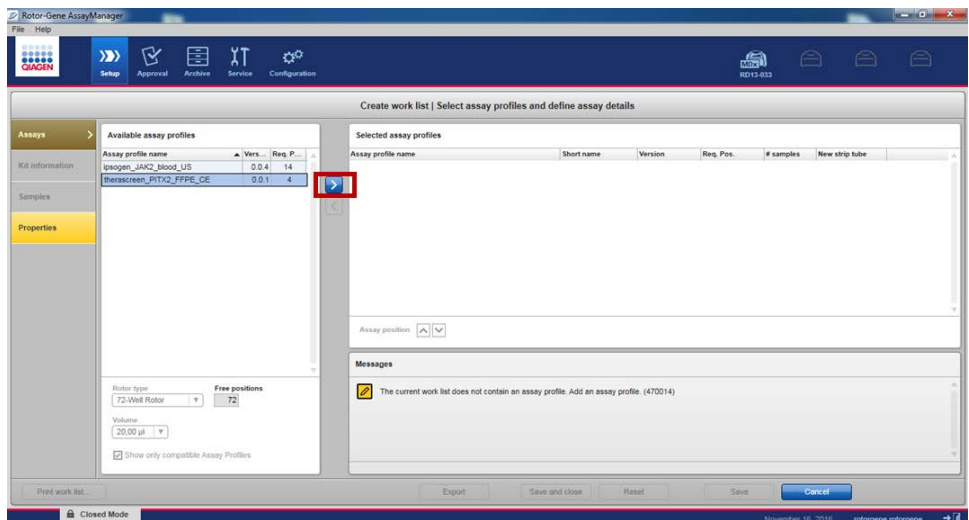

Figura 8. Importazione del profilo di dosaggio.
18. Selezionare il profilo di dosaggio PITX2 dall'elenco dei profili di dosaggio disponibili (Figura 8).
19. Trasferire il profilo di dosaggio selezionato all'elenco "Selected assay profiles" (Profili di dosaggio selezionati) facendo clic sulla freccia (a destra del nome del profilo di dosaggio). Il profilo di dosaggio dovrebbe a questo punto essere visualizzato nell'elenco "Selected assay profiles" (Figura 8).